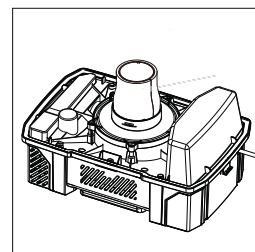

ABB. 4
- Für das Aufsaugen von Flüssigkeiten entfernen Sie den Patronenfilter und ersetzen ihn durch einen Schaumstofffilter. (Abb. 4)